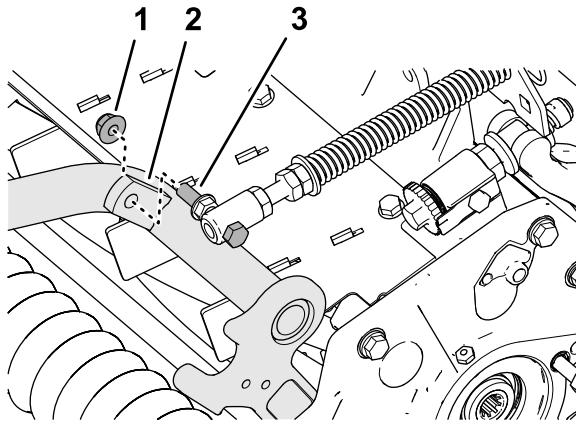

Figure 9
4. Fixez le ressort de compensation sur la patte droite du bâti porteur (Figure 9) avec le contre-écrou à embase ($\frac{5}{8}$ po).